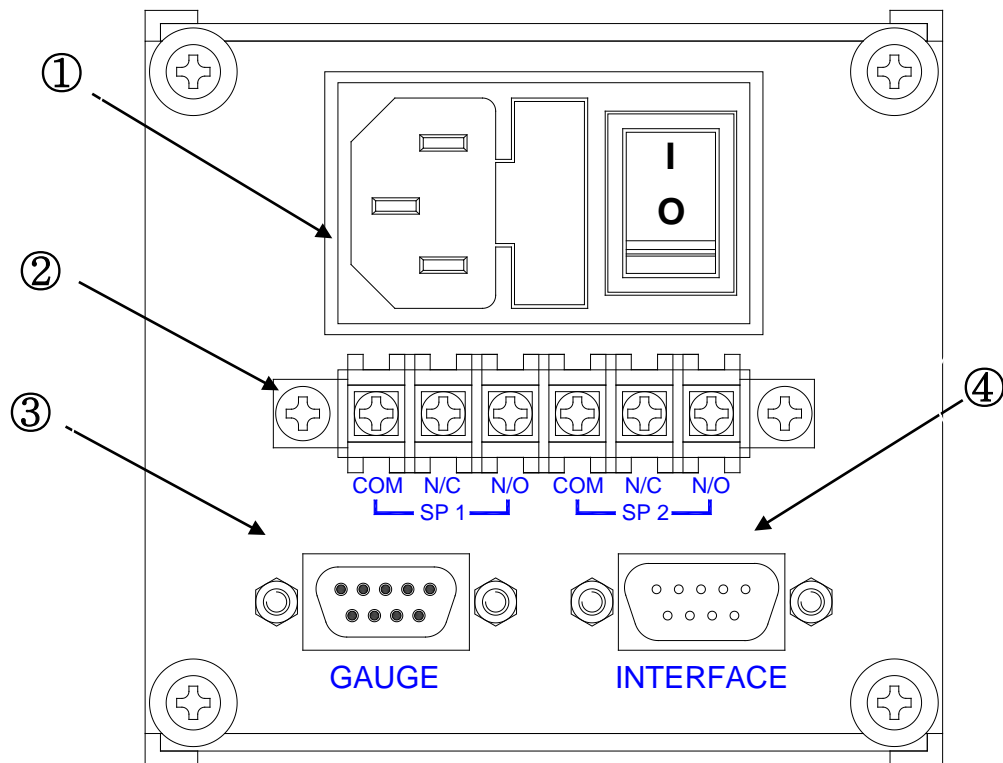

Figure 3 : NEX2000 Rear Panel Components
Convection Gauge 를 Figure 3 의 ③단자에 당사에서 제공하는 Cable 을 이용하여 연결하고 Gauge 는 Chamber 에 어느 위치든 간에 수평으로 장착해야 하고, 수직이나 대각선으로 장착 시 데이터가 많이 틀어질 수 있으니 수평으로 장착을 권장합니다.